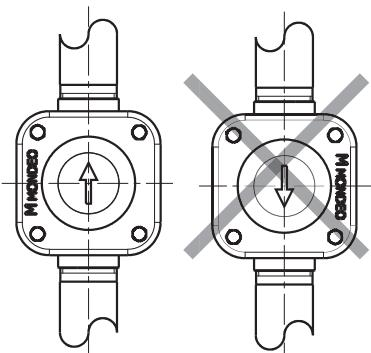

Abb. 2
- Die Rückschlagklappe kann vertikal (Abb. 2) montiert werden, wobei der Pfeil, der die Flussrichtung anzeigen muss nach oben weisen muss.